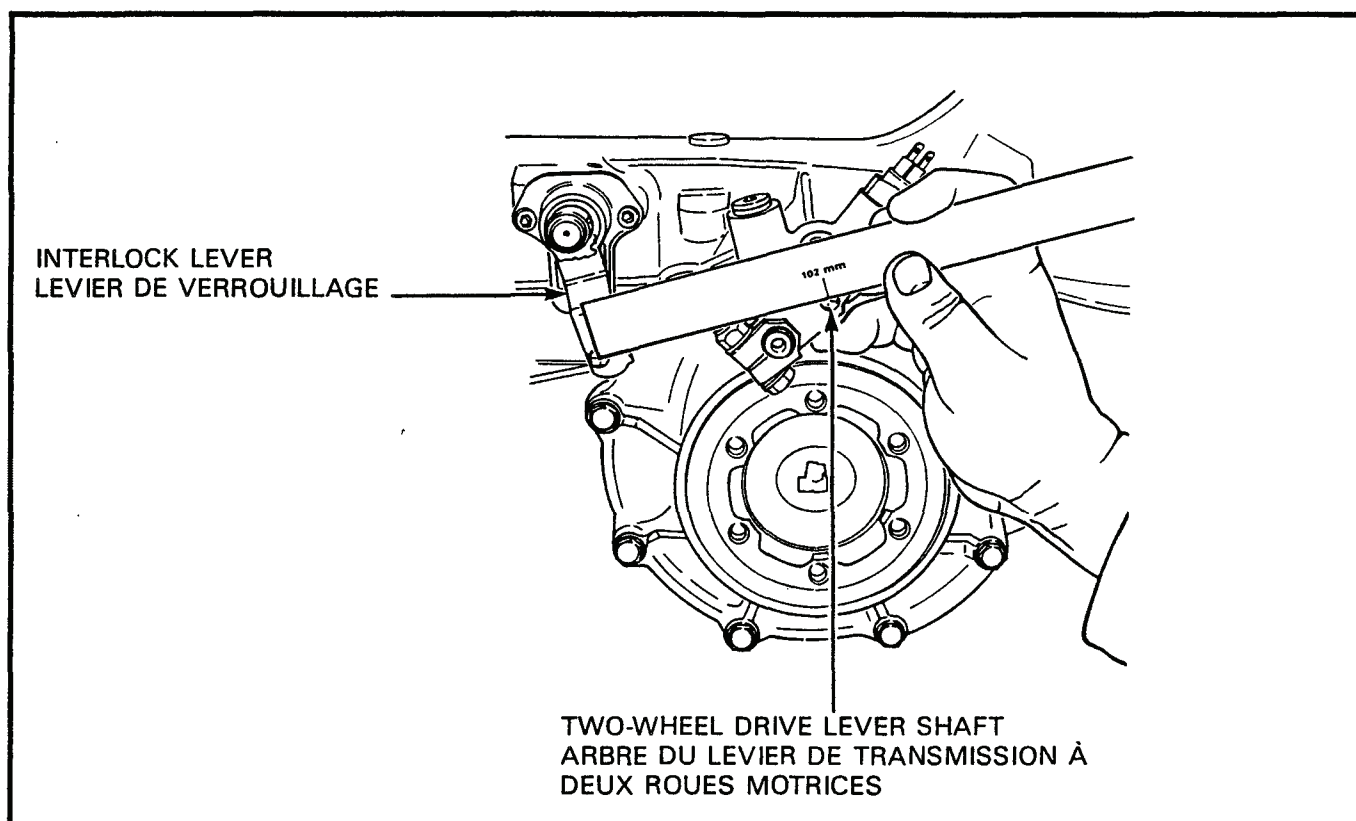

Figure 3-1-12 Adjustment of Two Wheel Drive Lever
31. **Installation** — If the lever was marked with scribe marks during removal, place the lever on the shaft, ensuring the scribe marks are aligned. Install the bolt and secure the linkage to the lever. The following adjustment procedure applies to the installation of a new or unmarked two-wheel drive lever. To adjust, see Figure 3-1-12 and proceed as follows:
31. **Installation** — Si des marques ont été tracées sur le levier lors de la dépose, placer le levier sur l'arbre en s'assurant que les marques sont alignées. Installer le boulon et fixer la tringlerie au levier. Les étapes d'ajustement qui suivent concernent l'installation d'un levier de transmission à deux roues motrices neuf ou ne comportant aucune marque. Pour l'ajustement, voir figure 3-1-12, et procéder comme suit: